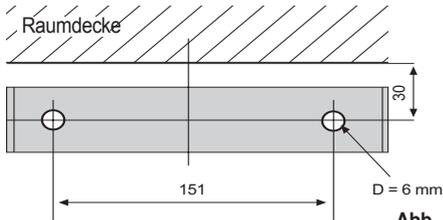

Abb. 19
Befestigen Sie das Montageblech (5) (Abb. 19) mit zwei Schrauben M5x40 (8) und zwei Dübeln 8 mm (9) an der Wand. Wählen Sie den Abstand des Montagebleches (5) entsprechend obenstehender Skizze (Abb. 19)